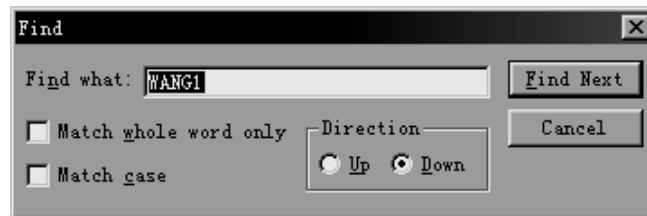

图 4-2-4 查找对话框
(5) 粘贴 (P)：用此命令将剪贴板上内容的一个副本插入到插入点处。如剪贴板是空的，此命令则不可用。
(6) 查找：点击此命令将弹出查找对话框，如图 4-2-4 所示，用于查找指定字符串。